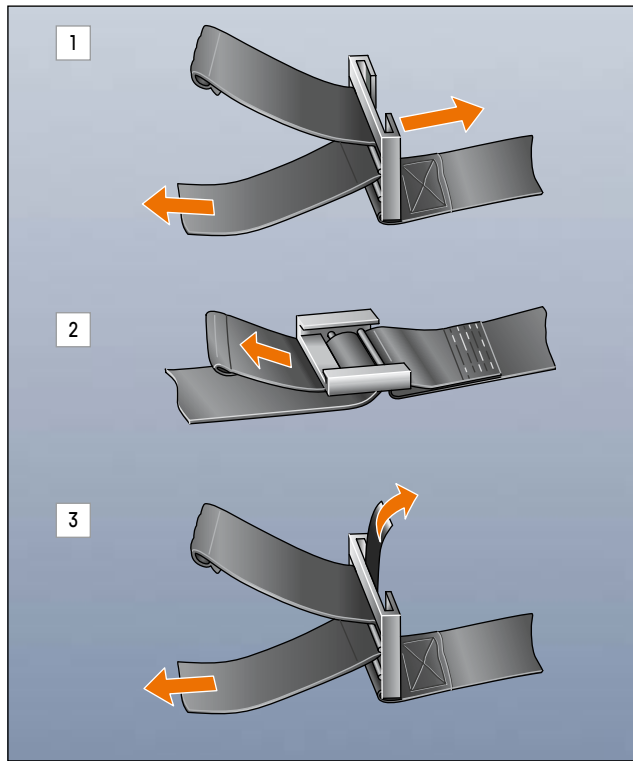

ABB.54 SCHNELLVERSTELLUNG
- Um den Gurt zu verlängern, drehen Sie den Versteller um ca. 90° und ziehen ihn oder den Gurt in Richtung der Pfeile in Abb. 1 (» Abb.54).
- Wenn die Schnellversteller mit einem Lösemechanismus wie in Abb. 3 (» Abb.54) ausgestattet sind, ziehen Sie diesen einfach nach oben.
- Um den Gurt zu straffen, ziehen Sie das überhängende Band in Richtung des Pfeils in Abb. 2 (» Abb.54).